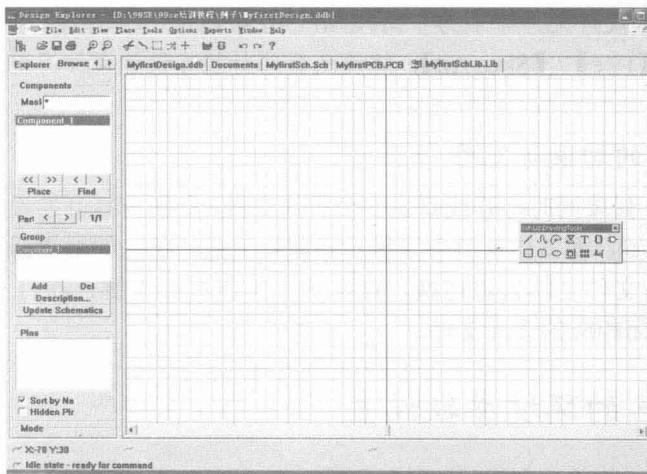

图 1-19 新建的原理图库设计文件
- 在新建文件对话框中，单击【Schematic Library Document】（原理图库文件）图标，然后单击【OK】按钮，系统将会新建一个原理图库设计文件，结果如图 1-19 所示。